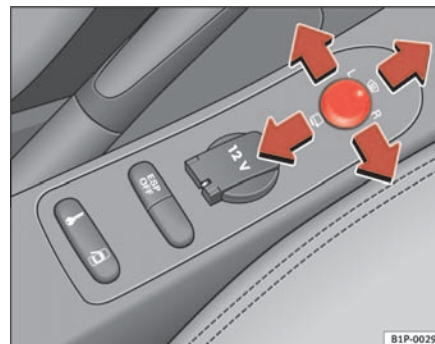

Fig. 86 Mando de los retrovisores exteriores
1. En primer lugar, gire el mando $\Rightarrow$ **página 132, fig. 86** hasta la posición **L (retrovisor izquierdo)**.
- Gire el mando hacia delante, en la posición central $\Rightarrow$ **página 132, fig. 86** , para que los retrovisores térmicos se calienten y la función de cristal parabrisas calefactable* en la zona de reposo de las escobillas, quede activada. $\Rightarrow$ **página 128**
- Gire el mando $\Rightarrow$ **página 132, fig. 86** hasta la posición  para plegar los retrovisores exteriores. Para evitar daños en el vehículo, debería plegar los retrovisores exteriores siempre que utilice un túnel de lavado automático.